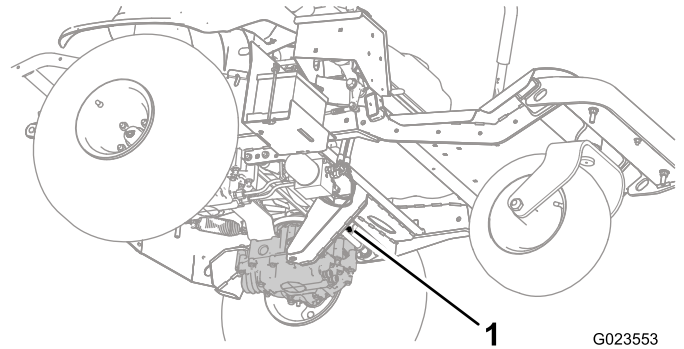
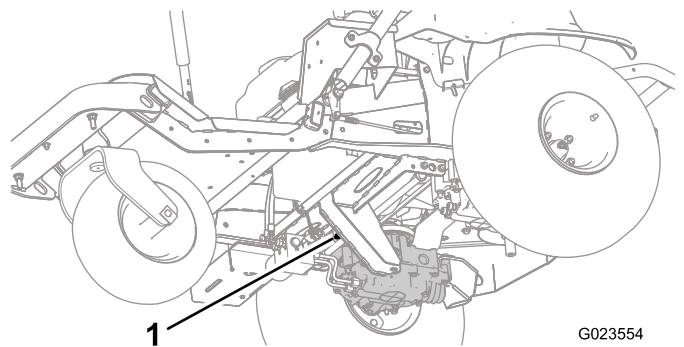
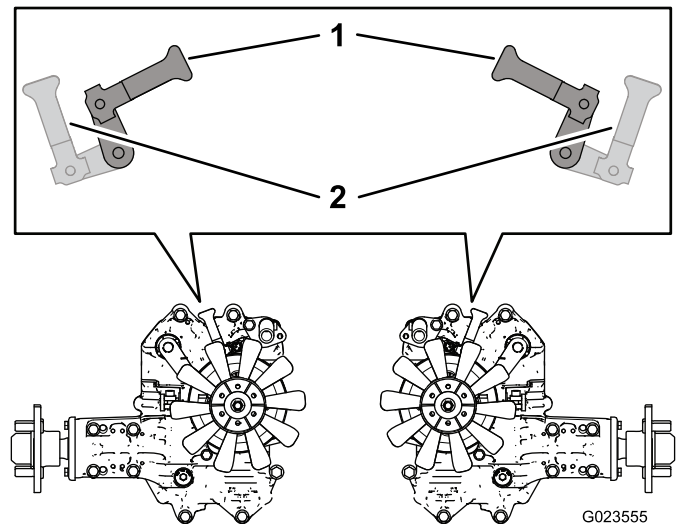

Figure 28
Figure 29
Figure 30
3. En passant sous la machine, tournez les leviers de dérivation (Figure 28 et Figure 29) pour les orienter vers l'intérieur et le centre de la machine (Figure 30), puis desserrez le frein de stationnement ; voir Desserrage du frein de stationnement (page 29).
vers l'avant de la machine pour pouvoir conduire cette dernière (Figure 30).